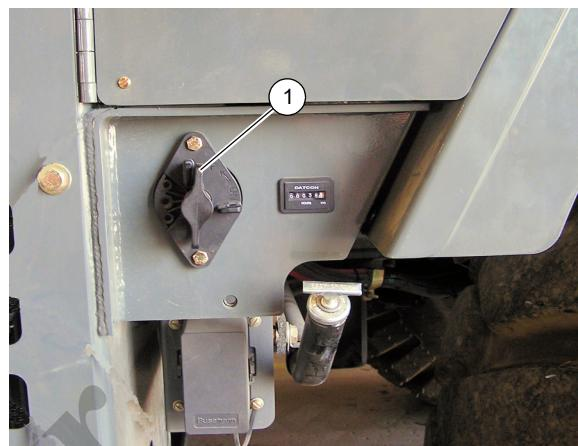

FIGURA 3-15
Compruebe que la manija del interruptor de las baterías (1) (Figura 3-15) esté en la posición de encendido (la manija se ilustra en la posición OFF [apagado]).